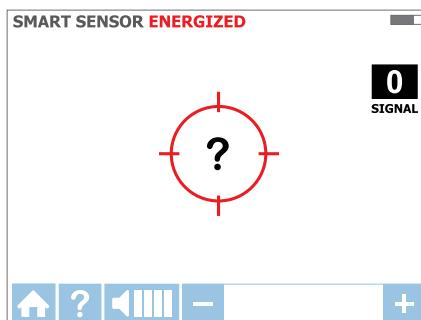

Figura 3.1c
- Sostenga el receptor con el sensor inteligente en la parte posterior de la unidad con orientación hacia el área de destino. Si en la pantalla destella un signo "?" en un destino rojo, entonces no se detecta la señal. Mueva el sensor inteligente más cerca del área de destino hasta que se detecte la señal y vea una flecha direccional. Si no se detecta la señal, aumente la sensibilidad con el botón "+" del receptor. (Consulte la Figura 3.1c).\*